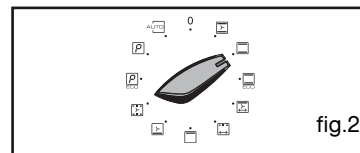

fig.2
**• Multifunctionele ovenschaal (fig.2)**
Stel de tijd in met de toetsen + of - (houd de toetsen ingedrukt als u de cijfers sneller wilt laten gaan) (fig. 2).
Druk gelijktijdig op de toetsen + en - gedurende enkele seconden en laat weer los als het uur van de dag begint te knipperen (fig.2) Een reeks van pieptonen geeft aan dat de instelling mogelijk is.
Bijvoorbeeld: stand(fig.2).
De weergave knippert op 0u00 om aan te geven dat instellen dan mogelijk is. (fig. 2).
Bijvoorbeeld: einde bakduur om 13u (fig.2).
– Draai de keuzeknop op de stand “” de indicator “ECO” licht dan op in het display (fig.2).